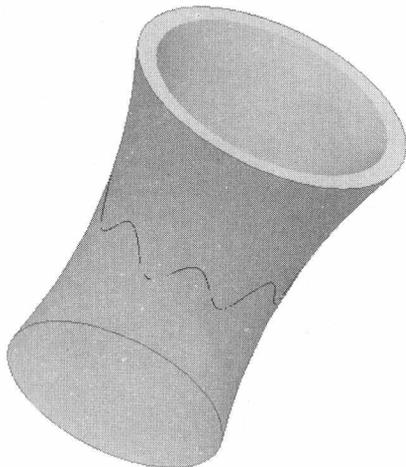

图1-13
- (1) 选取整个外表面，如图 1-13 所示。选择菜单命令【编辑】/【复制】。